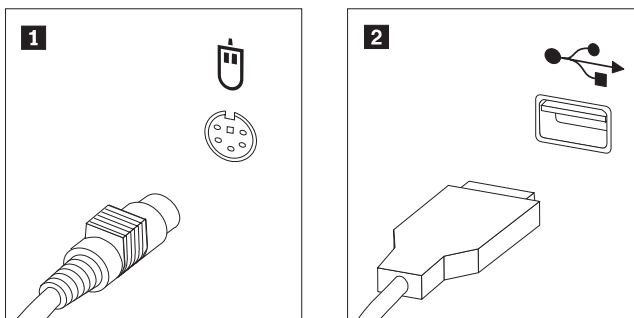

図 36. マウス・コネクター、標準および USB
3. マウス・コネクターの位置を確認します。図 36を参照してください。